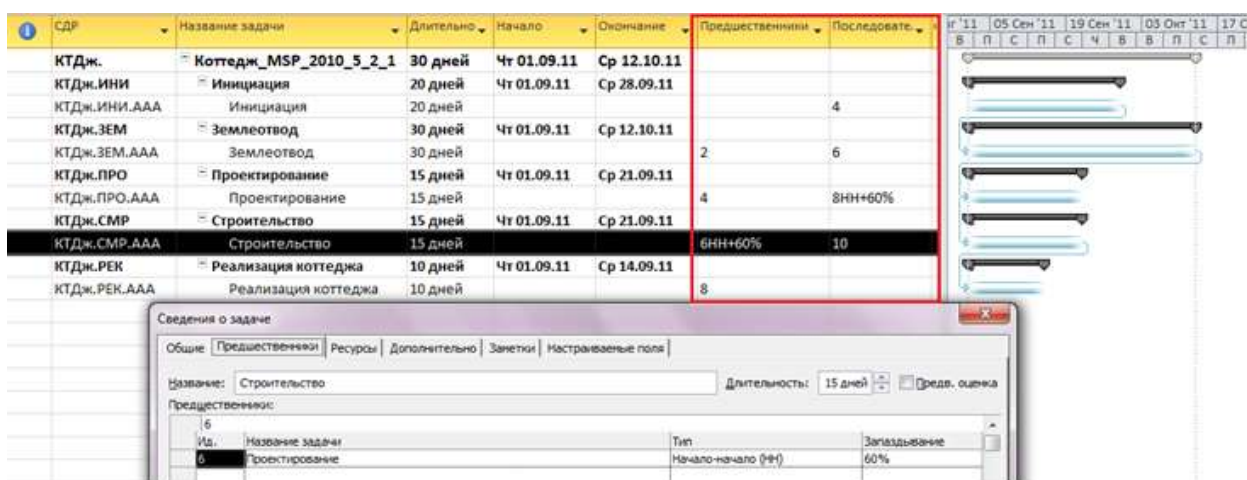

Рис. 5.10 - Формирование связей между задачами в проекте
- В ячейках данной колонки вписать идентификатор «Ид.» предшествующей задачи или соответственно последующей, и при необходимости указать значение опережения или задержки, Рис. 5.10.